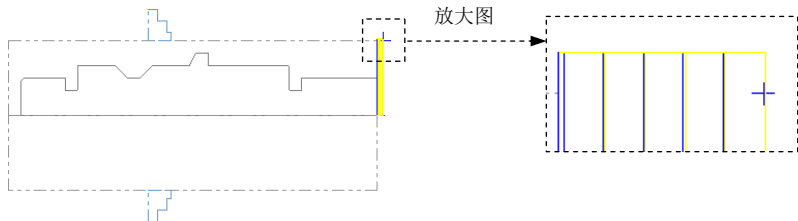

图 19.4 刀具路径
(1) 在“车床-车端面 属性”对话框中单击 **车端面参数** 选项卡，在 **精修 Z(Z)...** 文本框中输入值 570.0。
(2) 在“车床-车端面 属性”对话框中选中 ☒ **粗切步进里:** 复选框，然后在 **素材预留里** 文本框中输入值 0.2。
(3) 单击 按钮完成加工参数的设置，此时系统将自动生成图 19.4 所示的刀具路径。